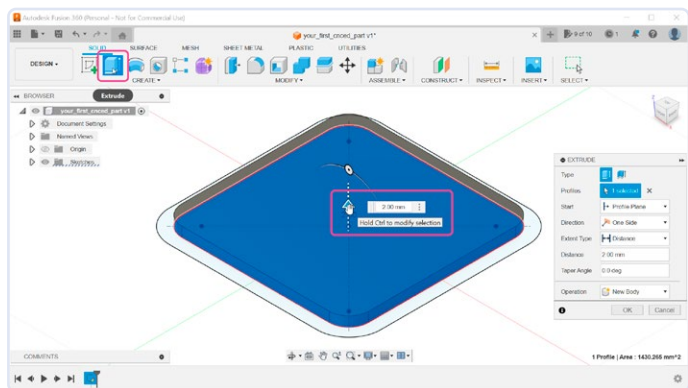

Figure 7. Départ de l'extrusion !
- Nous avons suffisamment de formes pour commencer à les extruder. Fermez l'éditeur de sketch en cliquant sur le bouton **Finish Sketch**, puis sélectionnez l'outil **Extrude** dans la barre d'outils (**figure 7**). Cliquez à l'intérieur du rectangle arrondi du sketch et entrez une distance de 2 mm.